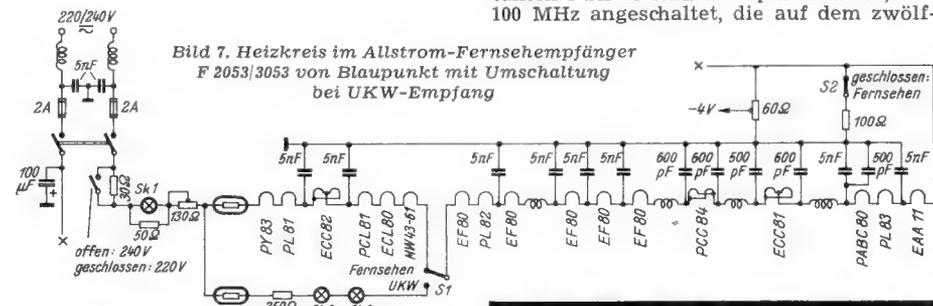

Bild 7. Heizkreis im Allstrom-Fernsehempfänger F 2053/3053 von Blaupunkt mit Umschaltung bei UKW-Empfang
**Bild 7** läßt den Stromlauf im Heizkreis des gleichen Gerätes erkennen. Hinter der Skalenlampe Sk 1 und einem Vorwiderstand gabelt sich die Schaltung: in Stellung FS des Schalters S 1 liegt die ganze Kette der Heizfäden in Serie, dagegen sind in Stellung UKW die Bildröhre einschließlich der Röhren beider Ablenkteile außer Betrieb. Die überschüssige Spannung nehmen jetzt ein zweiter Urdox, der Vorwiderstand von 250 Ω und die beiden Lampen für die UKW-Skala auf. Das Schaltbild zeigt außerdem die sorgfältige Verdrosselung und Verblockung der empfindlichsten Röhren, vor allem der Eingangsröhren PCC 84 und ECC 81.